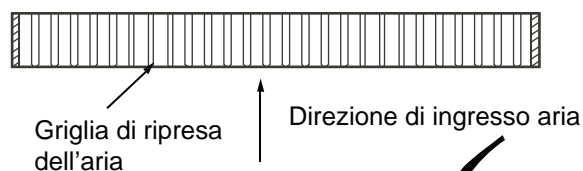

Fig. 2.4
1. Durante la realizzazione del plenum di ripresa dell'aria sul pannello di ripresa, verificare che l'angolazione delle griglie dell'aria sia tale che le griglie risultino parallele alla direzione di ingresso dell'aria (vedi Fig. 2.4).